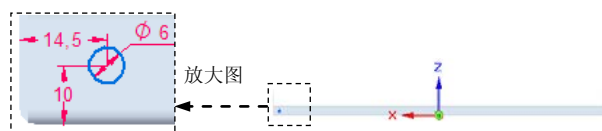

图 8.13.114 截面草图
② 绘制图 8.13.114 所示的截面草图。
③ 单击“主页”操控板中的“关闭草图”按钮 , 退出草图绘制环境。